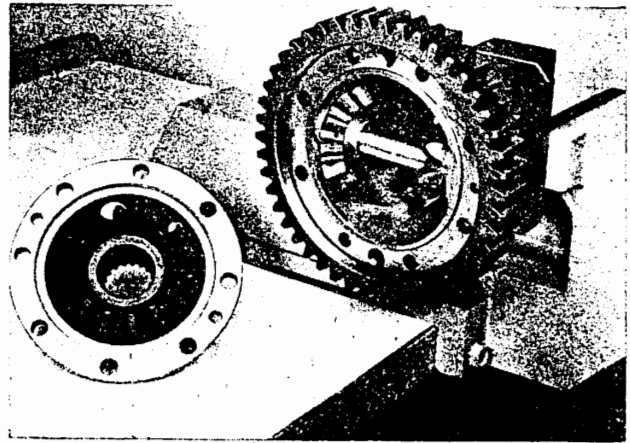

Bild H 16. Einlegen des Schaltflansches
10. Schaltflansch in den vormontierten Ausgleichkorb einfügen (Bild H 16).